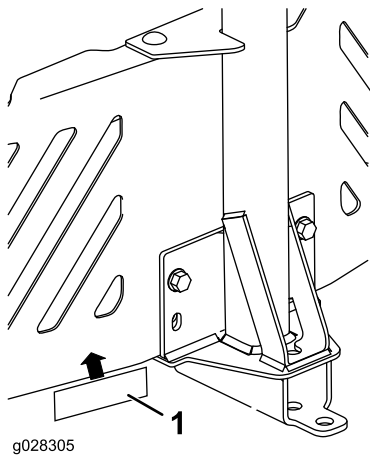

Bild 4
4. Bringen Sie den Zugstangenaufkleber 1,3 cm links von der Anbaugeräthalterung an (Bild 4).